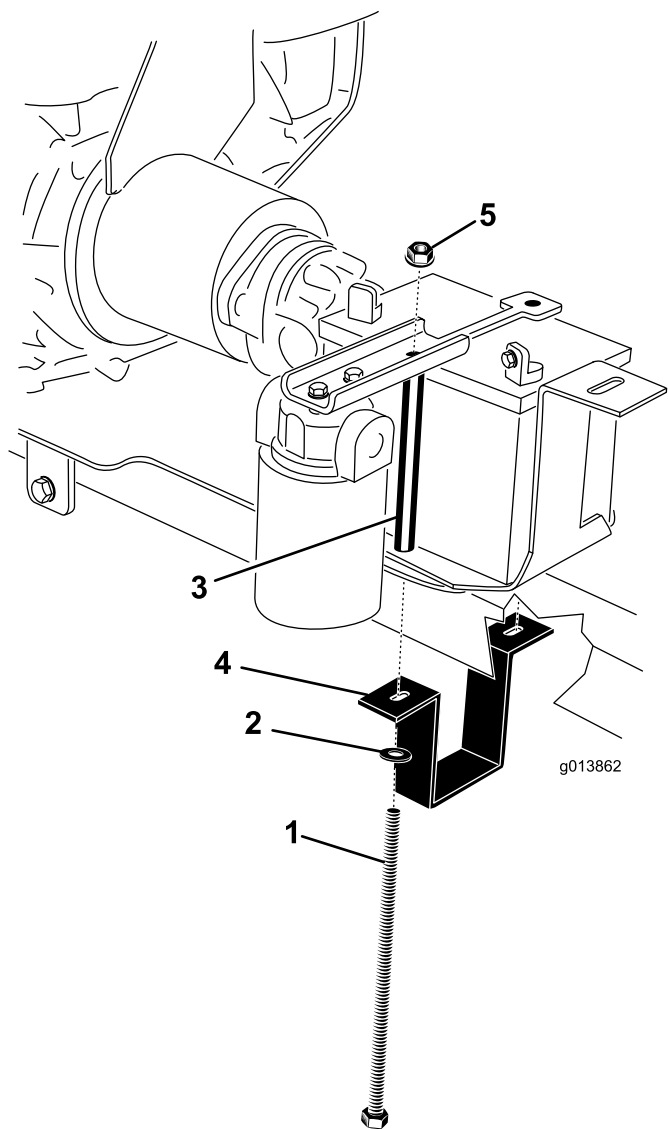

Figure 8
1. Tube d'attelage      2. Boulon de montage (2)
11. Placez la batterie sur son support, en positionnant les bornes comme montré à la Figure 8.
12. Placez la barrette de maintien sur la batterie (Figure 8).
13. Maintenez la patte de fixation de la batterie autour du dessous du tube d'attelage (Figure 8).
14. Du côté droit, insérez un boulon dans la rondelle, la patte de fixation de la batterie, la plaque de montage du moteur, le support de la batterie, l'entretoise du boulon et la barrette de maintien de la batterie. Placez et serrez légèrement un écrou à embase (Figure 8).
15. Du côté gauche, insérez un boulon dans la rondelle, la patte de fixation de la batterie, la plaque de montage du moteur, le support de la batterie, l'entretoise du boulon et la barrette de maintien. Placez et serrez légèrement un écrou à embase (Figure 8).